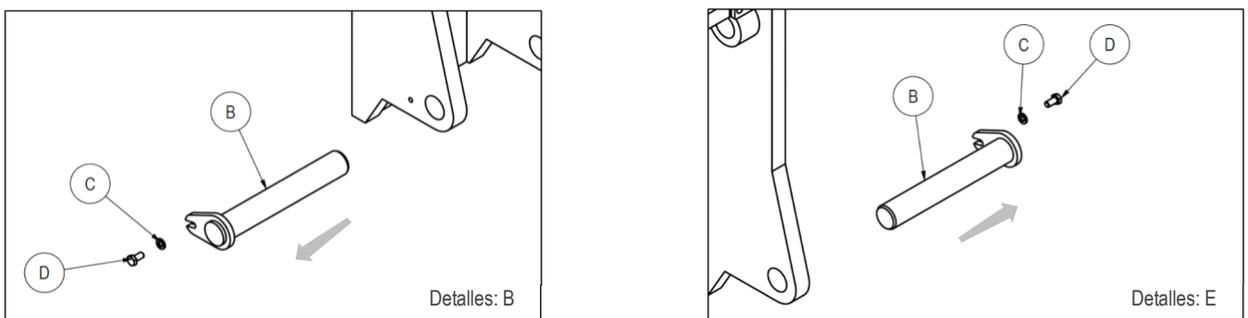

Figura 3
4. Con la llave correspondiente, desenroscar el tornillo «D» y extraer el perno «B» como se indica en el detalle A y D Figura 3. En el detalle se indica el perno de fijación del cilindro superior a la estructura fija;